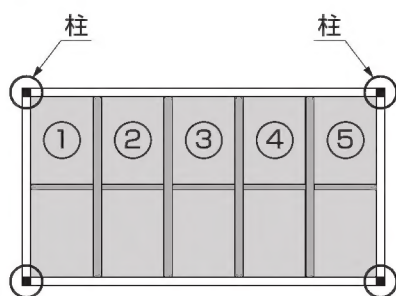

図1-10
- ルーフ全体で屋根材を5スパン以上設置する場合は、4本の柱すべてに「柱補強部品」を使用してください。（図1-10、図1-11参照）